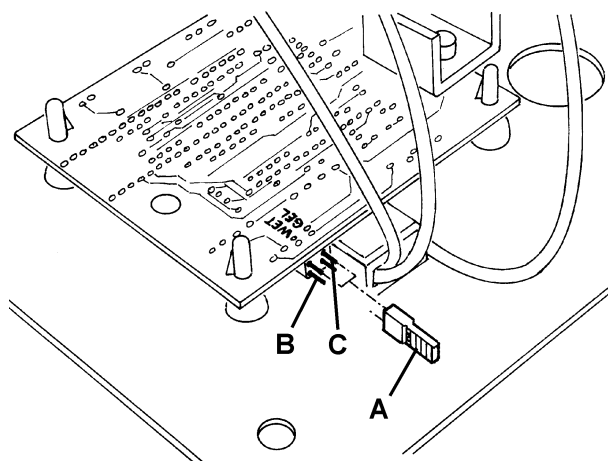

Рисунок 1
1. Поверните ключ зажигания (61) в положение "0".
2. Откройте капот (7).
4. Убедитесь, что коннектор аккумулятора (33) отключен.
5. Закройте капот (7).
6. Удалите винты (68) и аккуратно снимите панель (69).
7. Установите перемычку (А, Рис. 1) на "ВЛАЖНЫХ" коннекторах (В) для серных аккумуляторов или на "ГЕЛЕВЫХ" коннекторах (С) для гелевых аккумуляторов.
8. Установите панель (69) и затяните винты (68).
9. Подключите разъем аккумулятора (33).